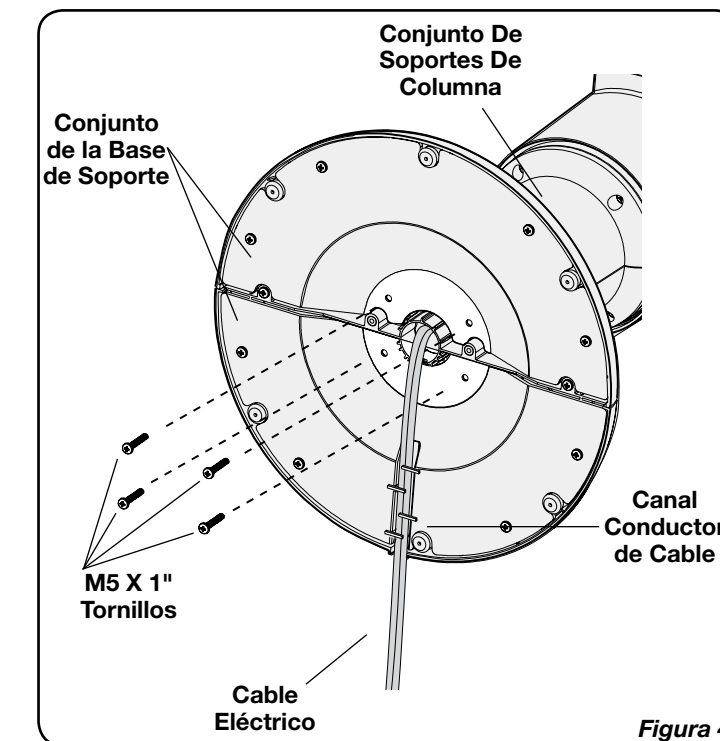

Figura 4
Columna, cerciorándose de que el canal del cable en la parte inferior de la base de soporte esté orientado hacia la parte posterior del Ventilador. Ensamble el Conjunto de la Base de Soporte con el Conjunto del Soporte de Columna utilizando los Tornillos M5 de (4) 1" de largo. Jale con cuidado toda holgura excesiva del Cable de Electricidad e introdúzcala por el Canal Conductor de Cable. (Figura 4)